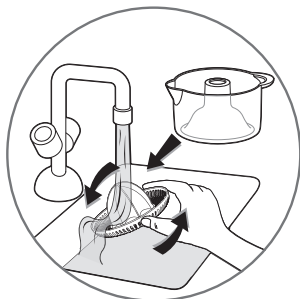

fig.3
- **Débranchez toujours l'appareil avant de nettoyer le bloc moteur (A).**
- Nettoyez la verseuse (**B**) et le cône plastique (**C**) immédiatement après l'utilisation pour éviter que la pulpe ne colle (**fig. 3**).
- **Always unplug the appliance before cleaning the motor unit (A).**
- Clean the jug (**B**) and the plastic cone (**C**) immediately after use to avoid the pulp from sticking to them (**fig. 3**).
- Haal altijd de stekker uit het stopcontact voordat u het motorblok (A) gaat reinigen.
- Dompel het motorblok (A) niet onder of was het niet onder stromend water. Reinig het motorblok (A) met een vochtige doek. Droog het vervolgens zorgvuldig af.
- Reinig de kom (B) en de kunststof perskegel (C) onmiddellijk na gebruik om te voorkomen dat het achtergebleven vruchtvlees aankeeft (fig. 3).
- De kom (B), de kunststof perskegel (C) en het beschermdeksel (D) kunt u in de bovenste korf van de vaatwasmachine wassen, waarbij u het programma "ECO" of "LICHT VERVUILD" gebruikt.
- Breng het beschermdeksel (D) aan wanneer u het apparaat opbergt.
- Ziehen Sie vor der Reinigung des Motorblocks (A) immer den Netzstecker heraus.
- Tauchen Sie den Motorblock (A) nicht ins Wasser und halten Sie ihn nicht unter fließendes Wasser. Reinigen Sie den Motorblock (A) mit einem feuchten Tuch. Trocknen Sie ihn sorgfältig ab.
- Reinigen Sie Behälter (B) und Presskegel (C) unmittelbar nach dem Gebrauch, damit kein Fruchtfleisch kleben bleibt (Abb. 3).
- Behälter (B), Presskegel (C) und Schutzabdeckung (D) können mit dem „ECO“ oder „LEICHT VERSCHMUTZT“ Programm im oberen Korb der Spülmaschine gereinigt werden.
- Bewahren Sie das Gerät mit aufgesetzter Schutzabdeckung (D) auf.